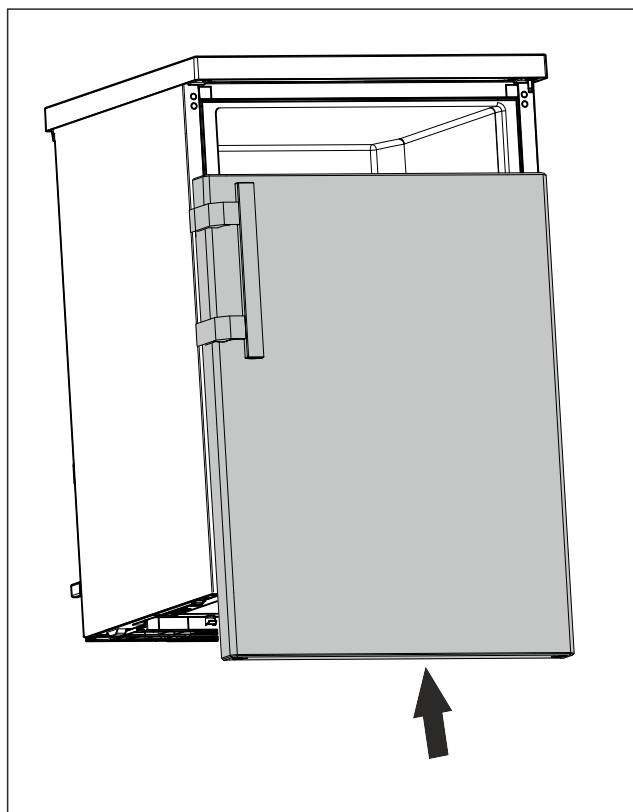

Fig. 16
- ▶ Pousser la porte fermée sur l'axe supérieur. (voir Fig. 16)